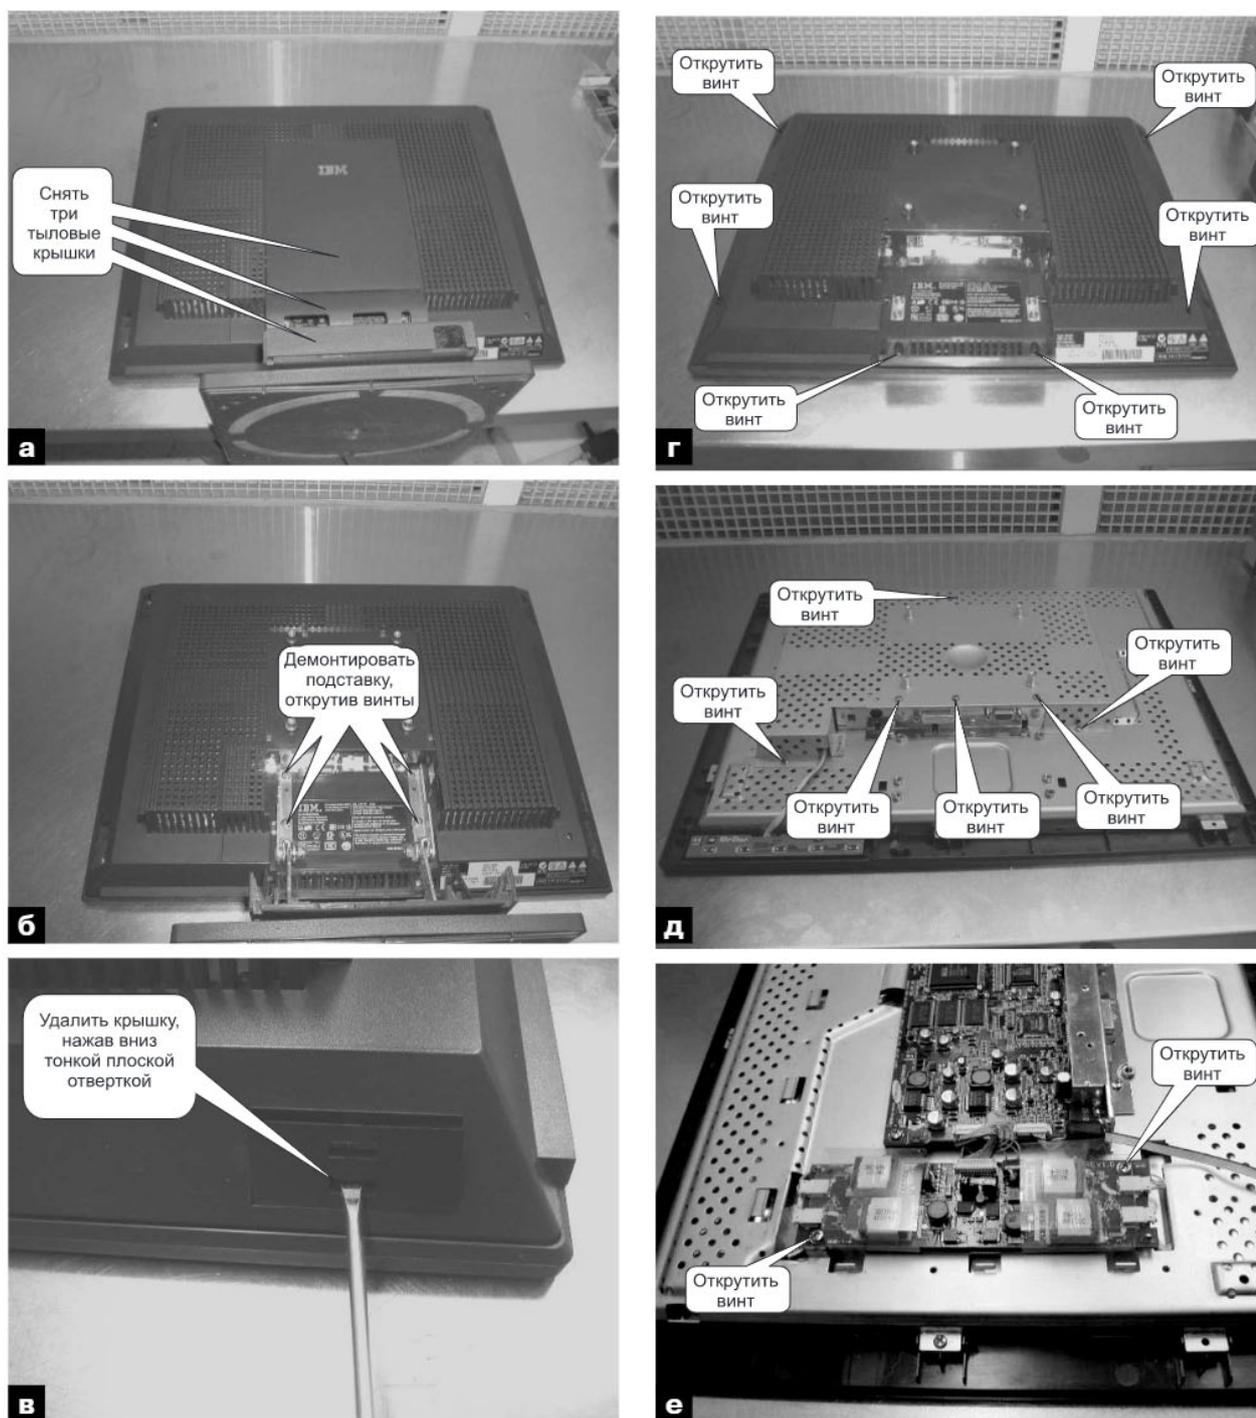

Рис. 3.1.1. Этапы разборки монитора
1. Снимают три крышки, находящиеся на тыльной стороне монитора (рис. 3.1.1а). Все эти
3. Откручивают четыре винта и отсоединяют подставку монитора (рис. 3.1.1б).
3. Снимают пластмассовую крышку. Для этого в щель (рис. 3.1.1в) вводят тонкую плоскую отвертку и нажимают вниз.
4. Откручивают 6 винтов и снимают большую заднюю крышку (рис. 3.1.1г).
5. Снимают металлический экран, для чего откручивают 6 винтов (рис. 3.1.1д).
6. Откручивают 2 крепежных винта, отсоединяют 5 разъемов и демонтируют плату инвертора (рис. 3.1.1е).